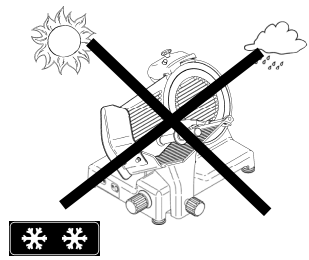

Abb. 21
- Die Aufschnittmaschine darf nicht schädlichen Einflüssen ausgesetzt sein: Sonne, Regen, Bespritzungen, Feuchtigkeit, Eis (Abb. 21).